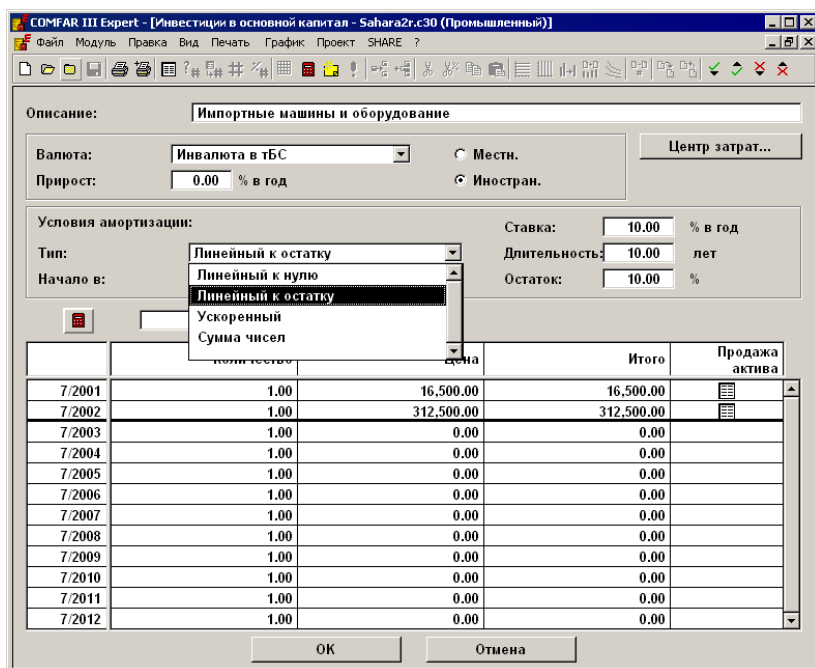

Рисунок 12: Открытый раскрывающийся список
- Нажмите Командную кнопку справа от списка, чтобы открыть его. Отображается ОТКРЫТЫЙ РАСКРЫВАЮЩИЙСЯ список (рис. 12).